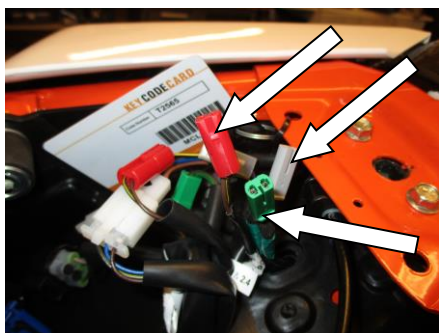

ABBILDUNG 1
- Entfernen Sie den Sitz (der Schlüssel wird hierfür benötigt) und trennen Sie die Kennzeichenbeleuchtung und die Steckverbinder für die Blinker, die in Abbildung 1 mit Pfeilen gekennzeichnet sind.